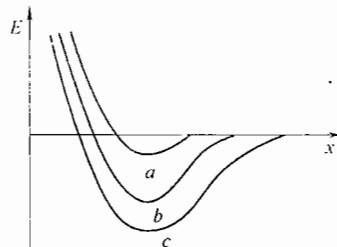

图 40-1 第三题第 1 小题图
1. 图 40-1 绘出了三类材料——金属、离子晶体和高分子材料之能量与距离关系曲线，试指出它们各代表何种材料？并说明三种材料所具有的基本性能与原子键之间的关系。